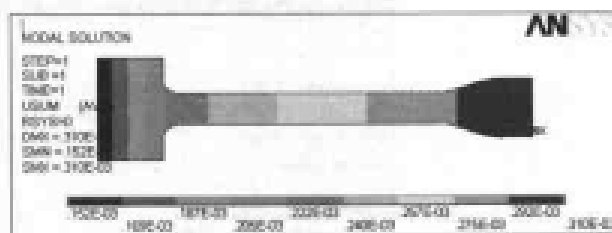

图 13-44 位移场分布等值线图
(3) 选择 Main Menu | General Postproc | Plot Results | Contour Plot | Nodal Solu 命令, 出现 Contour Nodal Solution Data 对话框, 选择 Nodal Solution | DOF Solution | Displacement vector sum 选项, 单击 OK 按钮, ANSYS 显示窗口显示位移场分布等值线图, 如图 13-44 所示。